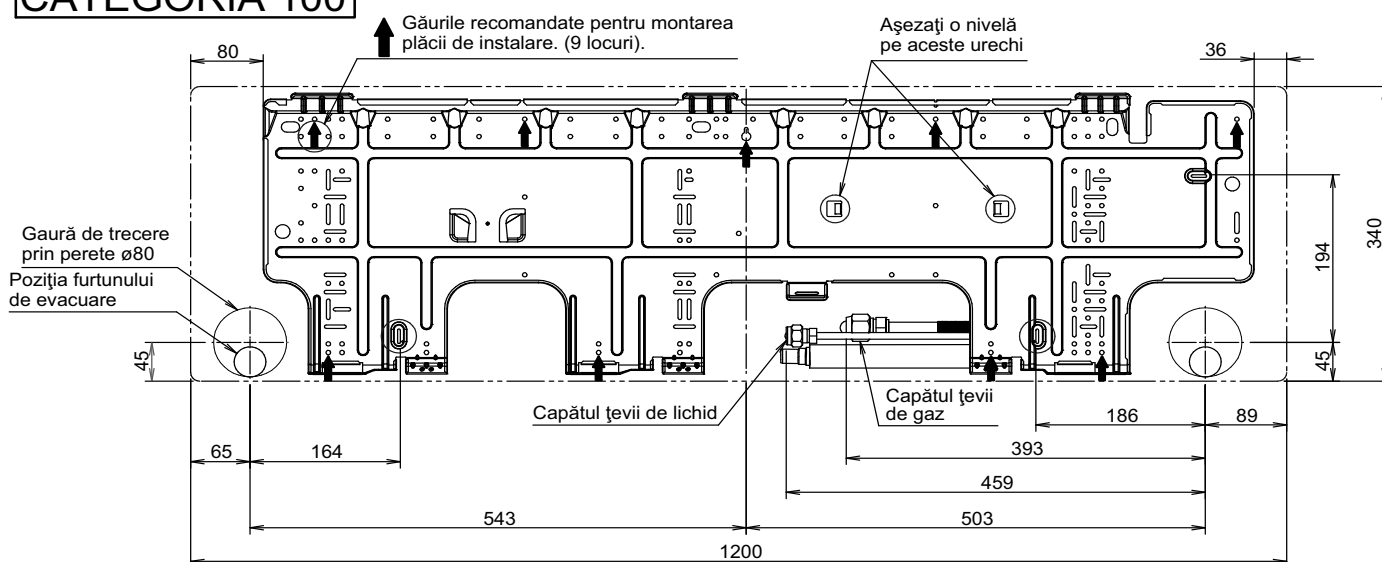

Fig. 6
(1) Modul de fixare a plăcii de instalare (consultați fig. 6)